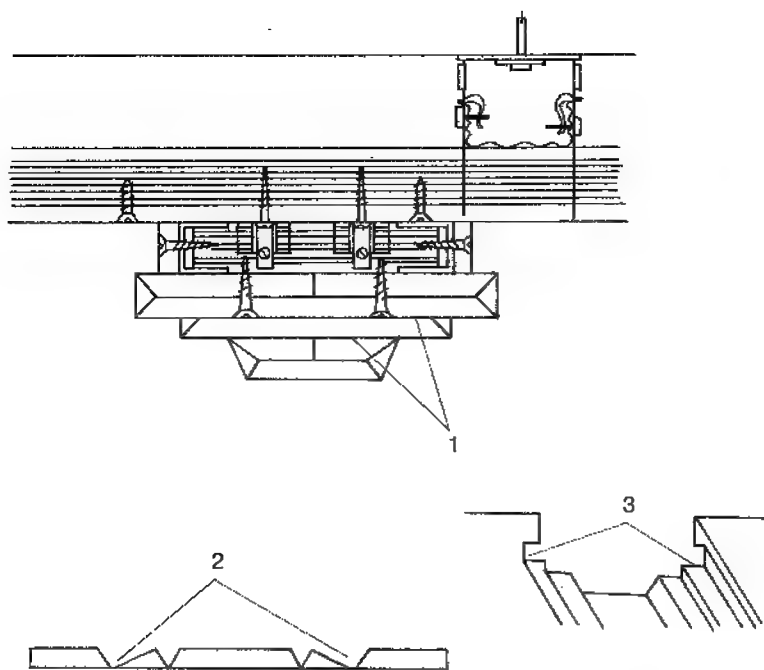

Рис. 36. Схема ступенчатого потолка из гипсокартонных элементов:
*Ступенчатый потолок.* Особенно эффектным выглядит потолок, имеющий ступенчатую конструкцию, схема которой приведена на рис. 36. Детали, выполненные в виде ступенек из гипсокартона, можно приобрести, заказав на заводе, где отдельные гипсокартонные части соединяют в полотна, освобождая таким образом мастеров-отделочников от проведения дополнительной работы по подготовке конструктивных элементов. Параметры полотен определяются исполнителем заказа в соответствии с желанием заказчика. Пластины скрепляют между собой фирменным клеящим составом «Кнауф», а для усиления соединения применяют скобы.